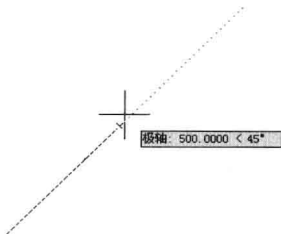

图 2-4-18
(4) 单击直线按钮 \nearrow ，单击一点后，移动光标，当显示极轴角度虚线时，光标可以沿极轴角度按指定增量 100 距离单位进行移动，如图 2-4-18 所示，即按增量 100 捕捉极轴角度虚线上的点。单击一点即可绘制斜直线。按 Enter 键，结束直线绘制工作。